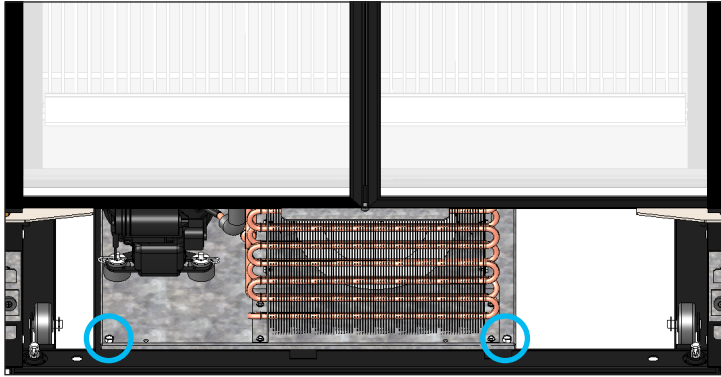

Fig. 5. Retire los pernos de la base del condensador.
5. Retire los pernos base del condensador. Véase la fig. 5.